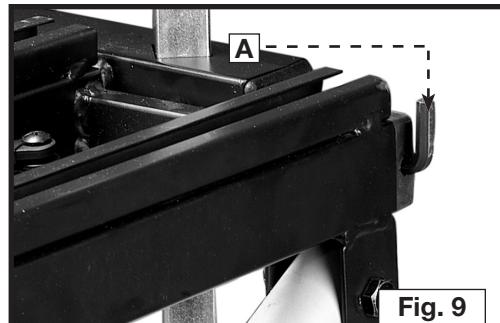

Fig. 9
2. Alinee los agujeros e instale dos tornillos de cabeza de botón M8 x 15 mm con arandelas curvadas (C).
**NOTA:** La llave hexagonal suministrada viene en el área de almacenamiento de la llave, ubicada en la esquina de la base de soporte, directamente sobre una de las ruedas (ver la Fig. 9).
La llave hexagonal suministrada (A), Fig. 9, viene en el área de almacenamiento de la llave, ubicada en la esquina de la base de soporte, directamente sobre una de las ruedas.